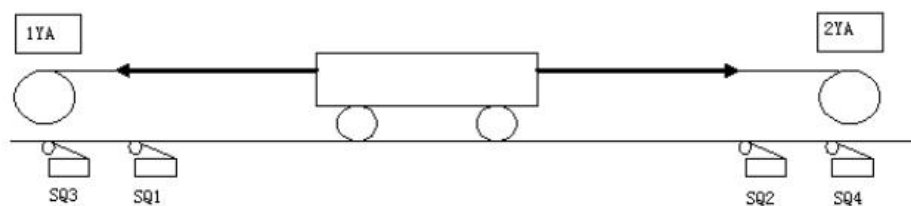

图 5 小车送料示意图
(1) **任务描述:** 某企业承担了一个运料小车控制系统设计任务, 小车送料示意图如下图 5 所示。控制要求: 循环过程开始时, 小车处于最左端, 此时, 装料电磁阀 1YA 得电, 延时 20 秒; 装料结束, 接触器 KM3、KM5 得电, 向右快行; 碰到限位开关 SQ2 后, KM5 失电, 小车慢行; 碰到限位开关 SQ4 时, KM3 失电, 小车停, 电磁阀 2YA 得电, 卸料开始, 延时 15 秒; 卸料结束后, KM4、KM5 得电, 小车向左快行; 碰到限位开关 SQ1, KM5 失电, 小车慢行; 碰到限位开关 SQ3, KM4 失电, 小车停, 装料开始。如此周而复始。请用可编程控制器设计其控制系统并调试。